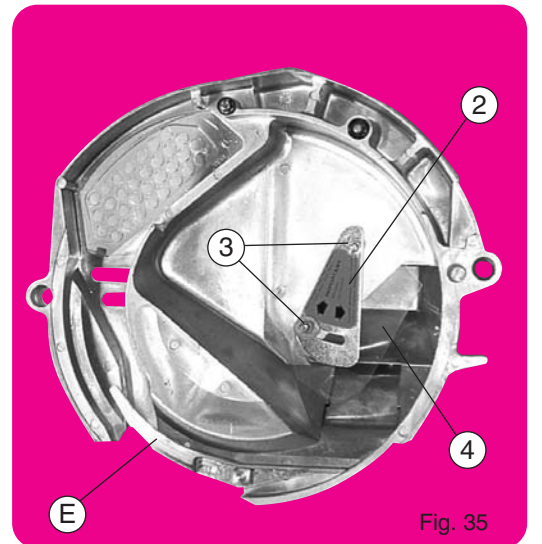

Fig. 35
2. POSITION BASSE (fig. 35) POUR PETITES GRAINES, c'est-à-dire tournesol, betterave, sorgho...
2. LOW POSITION (fig. 35) FOR SMALL SEEDS, i.e. sunflower, beets, sorghum...
2. Niedrige Stellung (Abb. 35) für kleines Saatgut, z. B. Sonnenblumen, Zuckerrüben, Sorghum.
2. STAND LAAG : (fig. 35) voor KLEINE ZADEN, dat wil zeggen zonnebloem, bieten, gierst...